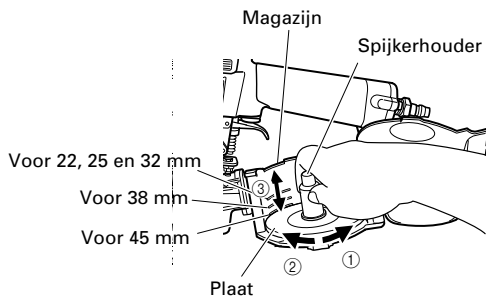

Afb. 1
(1) Pak de spijkergeleider en de knop met uw vingers vast. Druk de knop in en draai de spijkergeleider open. Open nu het magazijn. (Afb. 1)